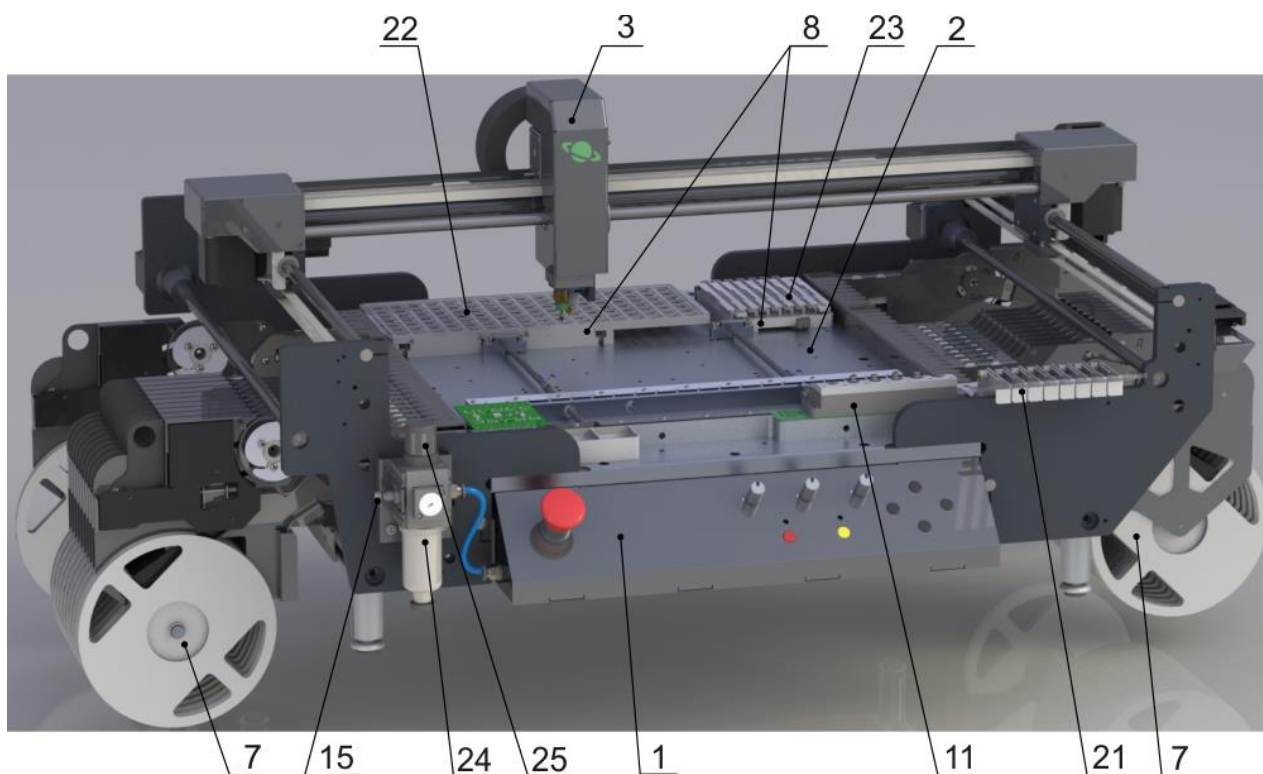

Рисунок 1.1 – Общий вид изделия, вид спереди
Кнопка расположена на панели органов управления 1, (Рисунок 1.1, стр.12). Предназначена для экстренного отключения питания автомата. Нажатие этой кнопки до фиксации в нажатом положении, приводит к отключению двигающихся устройств автомата.
2.2.5 Плотнo прикрутить нижнюю часть регулятора давления воздуха 24 по часовой стрелке. Установить на нем давление - 0 bar, открутив ручку регулятора давления воздуха 25 (Рисунок 1.1, стр.12) до упора против часовой стрелки.
2.2.6 Подсоединить пневматический шланг от компрессора или линии подачи воздуха к быстросъемному разъему для подачи сжатого воздуха 15 (Рисунок 1.1, стр.12).
2.2.7 Выставить давление 4.5 bar, вращая ручку регулятора давления воздуха 25 (Рисунок 1.1, стр.12) по часовой стрелке.